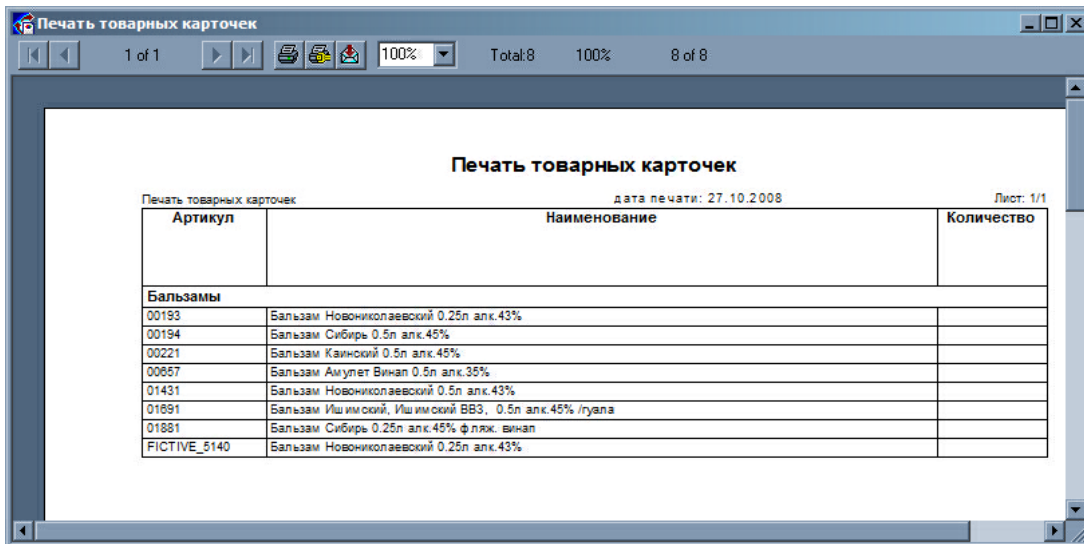

Рис. 2
4. Нажать кнопку . В результате на печать будет отправлен список карточек выбранной группы товаров (см. рис. 2).